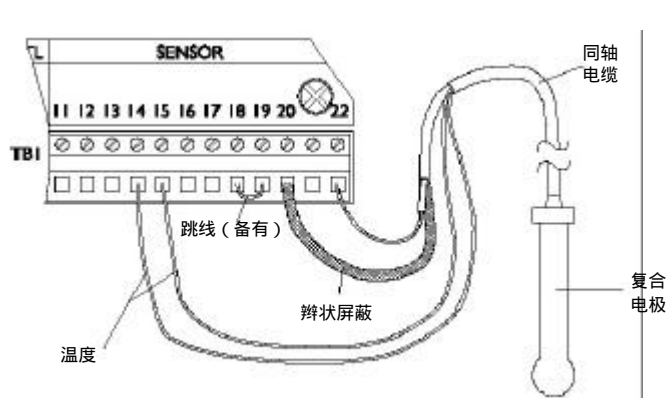

图 2-8 连接常规复合电极和带“A”或无字母前缀序列号的分析仪
- 接线端子 18 和 19 用于带 “A” 或无字母前缀序列号的分析仪（图 2-8）